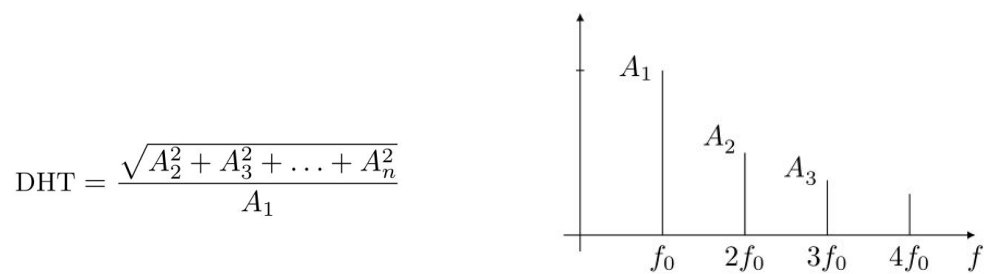

Figura 2: Fórmula para a distorção harmônica total e exemplo de espectro de sinal tonal distorcido.
4.2. Meça a distorção harmônica aplicando uma onda senoidal de amplitude 500mVpp@1kHz. Para tanto, use o osciloscópio no modo "*math*  $\rightarrow$  *fft*" e meça a amplitude da fundamental  $A_1$  e das principais harmônicas superiores  $A_n$ . A distorção harmônica total (DHT) é explicada na figura 2.